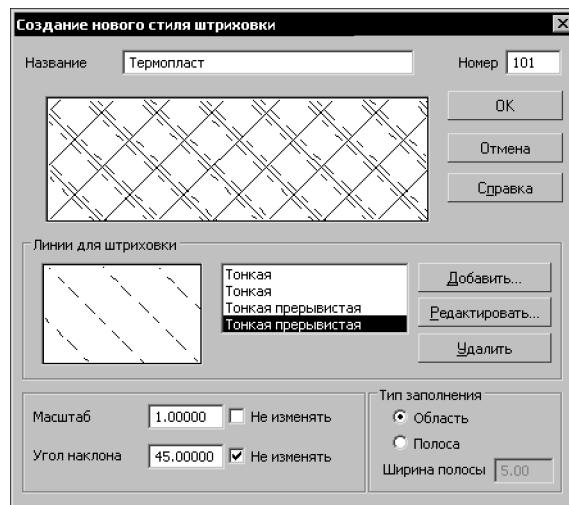

Рис. 131.12. Создание третьей и четвертой групп линий
13. В появившемся диалоге установки параметров линии выделите стиль **Тонкая прерывистая** и задайте параметры размещения четвертой группы линий. Затем закройте диалог, нажав кнопку **ОК**. Чтобы проконтролировать правильность ваших действий, сравните диалог, который вы видите на экране, с диалогом, показанным на рис. 131.12.